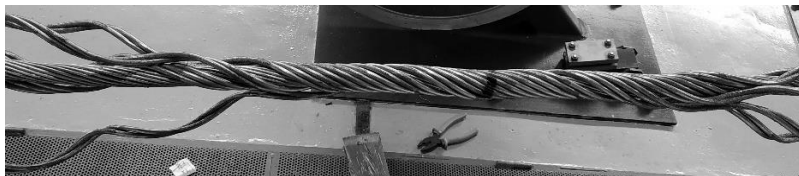

Рис. 4.
8. Последующие пряди зажима навивать, начиная от середины, совмещая метку середины с предыдущими прядями, так чтобы в процессе навивки пряди располагались равномерно на поверхности соединяемого провода (допускается неравномерность (выступание) отдельных прядей не более 10 мм) оставив один, два шага до завершения. Навивку прядей от середины в обе стороны осуществлять таким образом, чтобы каждая последующая прядь при монтаже прижималась к предыдущей (см. рис. 4).